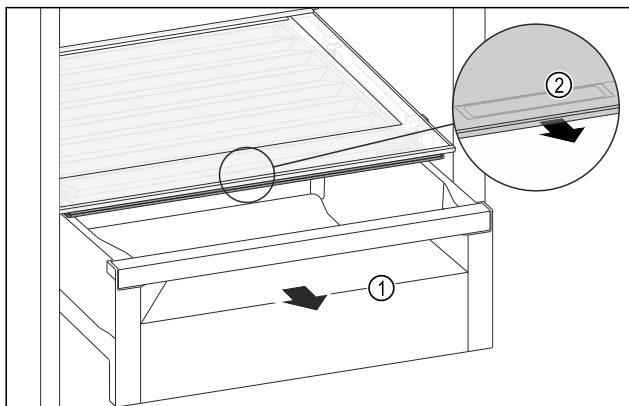

Fig. 103
- ▶ Extrageți sertarul Fig. 103 (1).
- ▶ Prindeți mânerul încastat Fig. 103 (2) de la capacul compartimentului și trageți concomitent capacul compartimentului spre partea frontală.